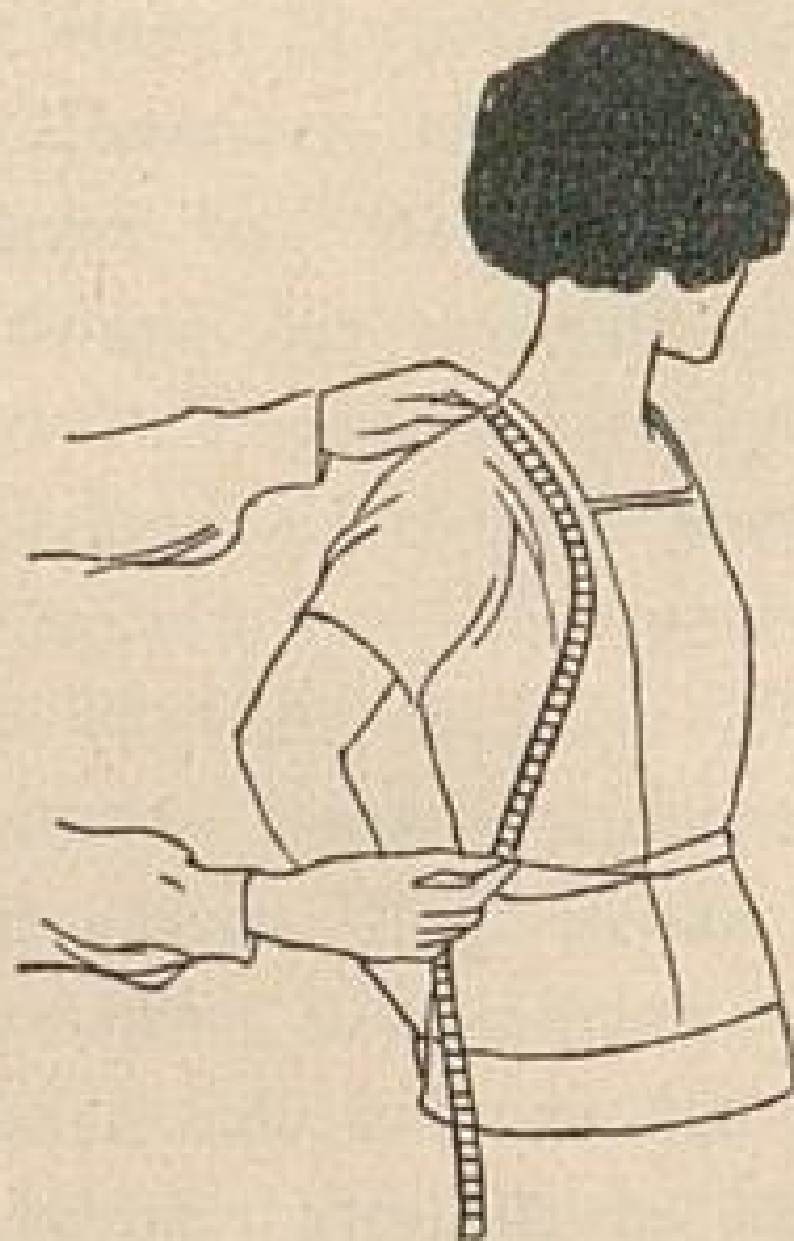

Abb. 15
5. Die Achselhöhe. Das Maßband wird vom zweiten Halswirbel aus am rechten Arm vorbei bis zum Hüftpunkt gelegt (Abb. 15).
- H 1. Um Punkt H 1 zu finden, müssen wir uns erinnern, wie wir die Achselhöhe am Körper gemessen haben (Vergl. Abb. 14b, Maß 5 und Abb. 15), nämlich von der Halsmitte, d. h. dem zweiten Halswirbel, am Rücken über die Achsel zum Hüftpunkt. Ein Stück dieses Maßes vom Rücken her ist auf dem Schnittmuster für das Rückteil schon eingezeichnet. ($a-H = 6$ cm); es wird von dem Gesamtmaß der Achselhöhe abgerechnet. Der Restbetrag wird von Hp aus schräg nach oben an die von H ausgehende Hilfslinie gemessen.